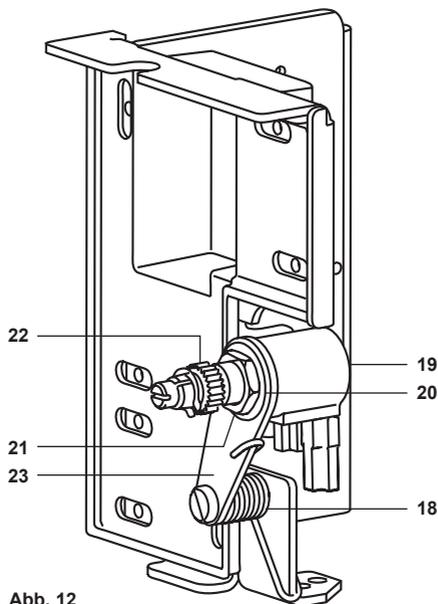

Abb. 12
- Das Potentiometer (19) in die Metallhalterung des Antriebs (23) einsetzen.
- Die Fixierscheibe (20) ersetzen und die Mutter (21) fest anziehen.
- Dann die Feder (18) wie in Abbildung 12 in die Gehäusehalterung einsetzen.